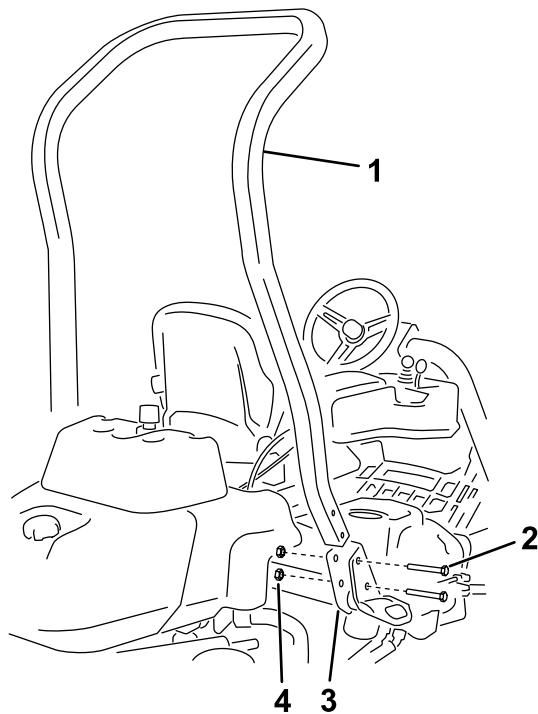

Figura 3
3. Utilizzate 4 bulloni (1/2" x 3/4") e 4 dadi flangiati (1/2") per montare il roll bar nelle staffe del ROPS su ciascun lato della macchina, come illustrato nella Figura 3.